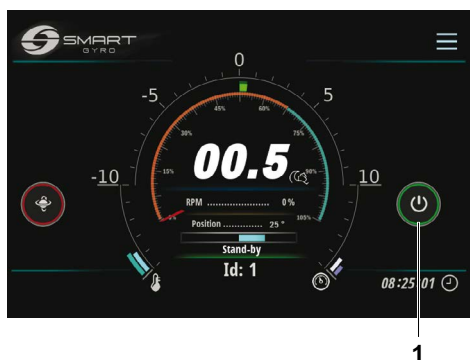

Figure 4
- Appuyez sur l'icône Alimentation (MARCHE / ARRÊT) (Figure 4, (1)) pour mettre en tension l'unité gyroscopique.